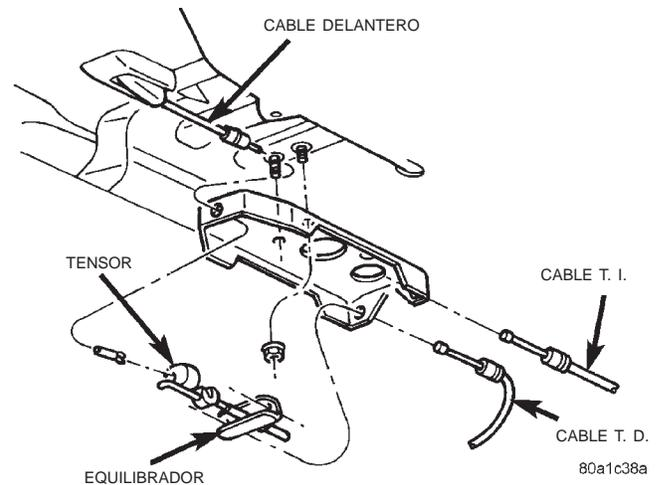
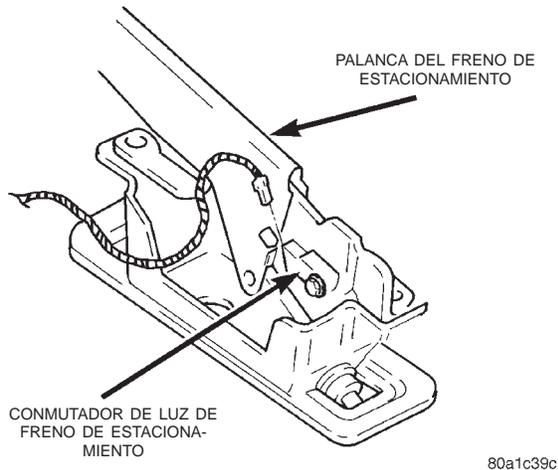

Fig. 36 Fijación de cables del freno de estacionamiento
Fig. 37 Conmutador de luz de freno de estacionamiento
- (1) Libere el freno de estacionamiento.
- (2) Eleve el vehículo sobre un elevador.
- (3) Retire la tuerca de ajuste del cable delantero y desacople el tensor del cable del equilibrador. A continuación, retire el cable delantero del tensor (Fig. 36).
- (4) Baje el vehículo.
(5) Retire la cubierta de la palanca, o la consola central (si está equipada). Para informarse sobre los procedimientos, consulte el grupo 23, Carrocería.
(6) Desconecte los conectores de cableado del conmutador de freno de estacionamiento (Fig. 37).
- (1) Eleve el vehículo y afloje las tuercas del equilibrador hasta que los cables traseros pierdan tensión.
- (2) Desenganche el cable del ajustador y retire el cable (Fig. 36).